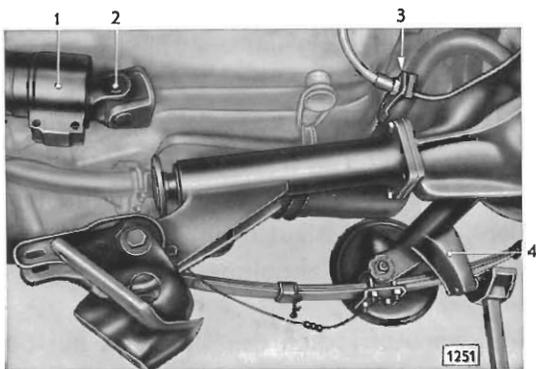

Bild 51 - Hinterachse nach vorn unten geschwenkt und mit Montagebock unter Stoßdämpferstütze abgestützt
2. Hinterachse mit Gelenk nach dem Lösen vom Stützrohr etwas nach vorn unten schwenken und auf einer Seite unter der Stütze (51/4) für die untere Stoßdämpferbefestigung mit Montagebock abstützen (Bild 51). Durch das Schwenken der Achse nach unten wird eine bessere Zugänglichkeit beim Lösen der Schlitzmutter für Antriebkegelradflansch und beim Ausbau der Hinterachsverlängerung (53/1) erreicht.